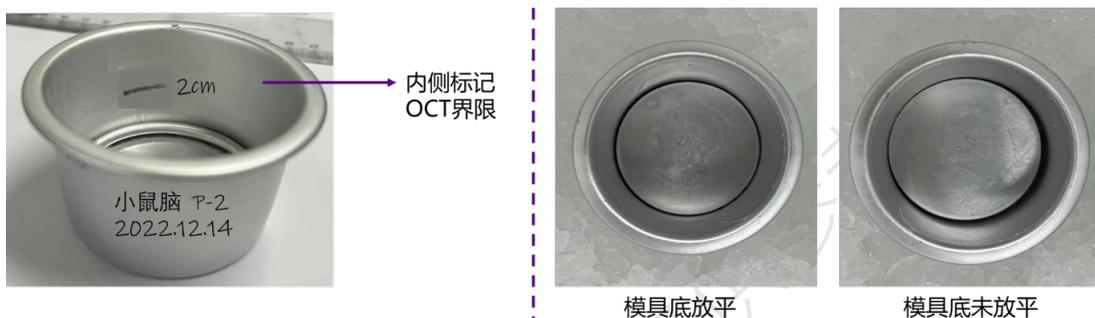

图 2-2 圆底包埋模具示意图
- 准备工作 3: 推荐使用的包埋模具上无任何标记, 包埋前用铅笔标记相应信息, 如组织名称、日期等。为避免 OCT 加入过多, 导致 OCT 包埋块厚度  $>2\text{ cm}$ , 需提前在包埋模具内使用铅笔进行尺度标记, 如图 2-2 左;
- d. 准备工作 4: 由于模具底身分离, 需提前在冰盒中调整角度放平, 以避免碎冰把模具底部顶起 (如图 2-2 右), 而造成 OCT 流至缝隙中, 在冷冻后造成包埋块难以脱模;